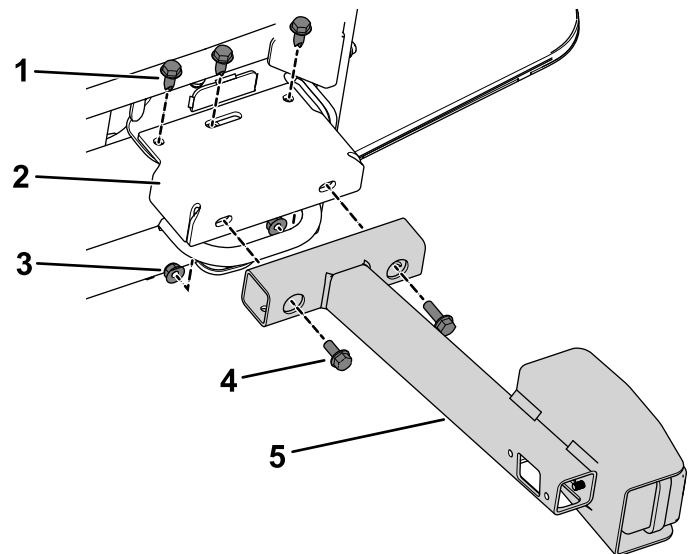

Figura 5
- B. Utilizzate i bulloni rimossi in precedenza per fissare le staffe di prolunga delle luci posteriori alla guida del telaio (Figura 5).
C. Utilizzate 4 bulloni (5/16" x 3/4") e 4 dadi (5/16") per fissare i supporti delle luci posteriori alle staffe di prolunga (Figura 5).